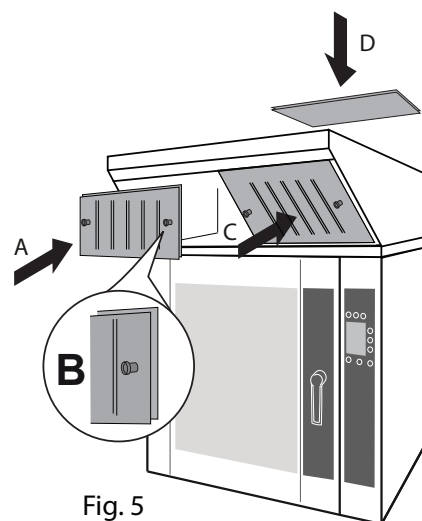

Fig. 5
1. Inserir o painel posterior na respetiva guia (Fig. 5/A) com o auxílio das empunhaduras (Fig. 5/B)
2. Inserir os dois painéis anteriores na respetiva guia (Fig. 5/C) com o auxílio das empunhaduras (Fig. 5/B)
3. Inserir o filtro superior e bloqueá-lo com o respetivo bloqueio (Fig. 5/D).
1. Levantar os filtros anteriores e removê-los da própria guia (Fig. 5/C).
2. Levantar o filtro posterior e removê-lo da guia (Fig. 5/A).
3. Girar o bloco de fixação e remover o filtro superior (Fig. 5/D).